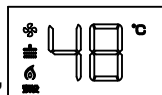

图28
3. 打开热水龙头，如图28，热水器便会启动点火，热水随之流出。开水启动后温度设置范围为30~48℃，超过48℃只能按“调小”键（即儿童锁功能，防止烫伤），若想设置水温高于48℃，先关闭热水龙头后再按“调大”。